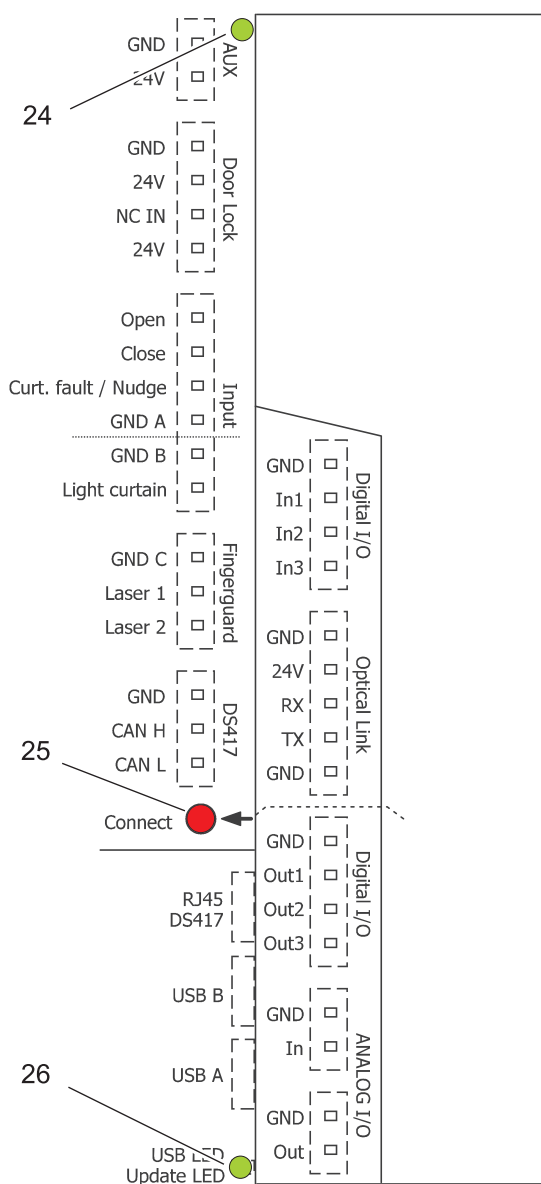

Abb. 2
- Sicherstellen, dass die Spannungsversorgung des Türantriebssystems eingeschaltet ist (LED AUX, Pos 24, Abb. 2)